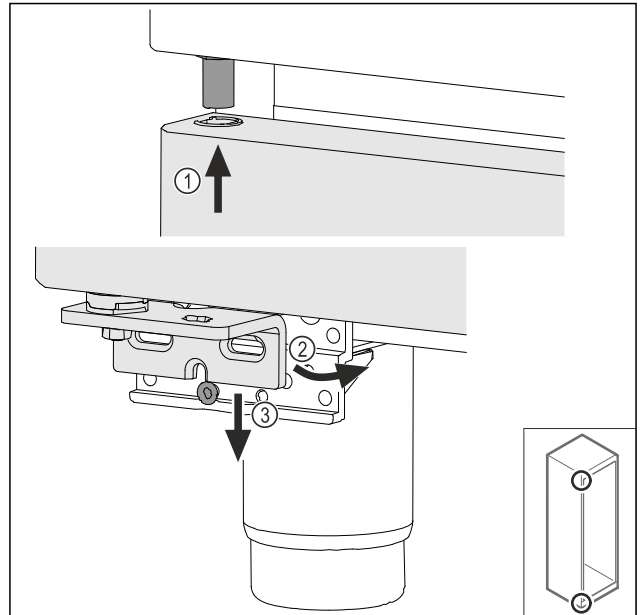

Fig. 39
- ▶ Indfør døren let på skrå foroven Fig. 39 (1), indjuster døren lige Fig. 39 (2), og påsæt den fornedden på lejebuksskruen Fig. 39 (3).